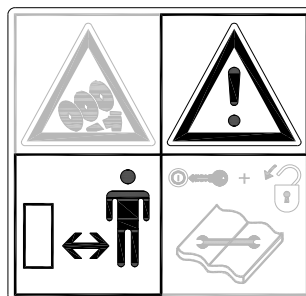

Fig. 4
**Mantenha no mínimo 4 metros de distância!** (Fig. 4)